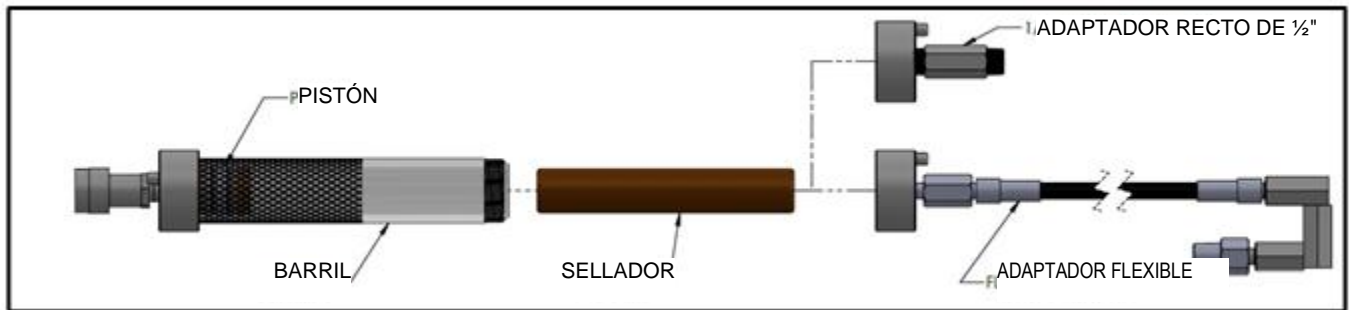

Figura 6
- 3.) Una vez que el pistón haya sido empujado hasta el fondo del cilindro, inserte el sellador seleccionado. Enrosque la tapa del niple recto de 1/2", o la tapa de la manguera flexible. Proceda a inyectar el sellador. Cuando el cilindro quede vacío, repita los pasos 2 y 3 para cargar más sellador. Ver la Figura 6.